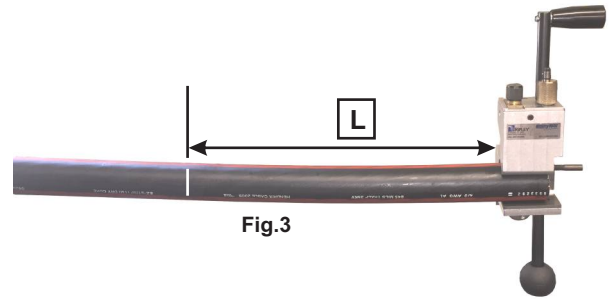
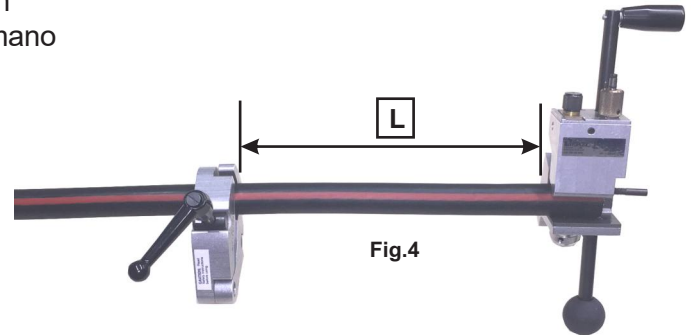

Fig.3
Fig.4
5. Establecer la longitud de la tira de la chaqueta - (L) Mida la cota de la tira de la chaqueta desde el lado interior de la herramienta. (L) Marque esta ubicación en el cable (Fig.3) o coloque un tope allí como la herramienta de utilidad QC-2 abrazadera. (Fig.4)